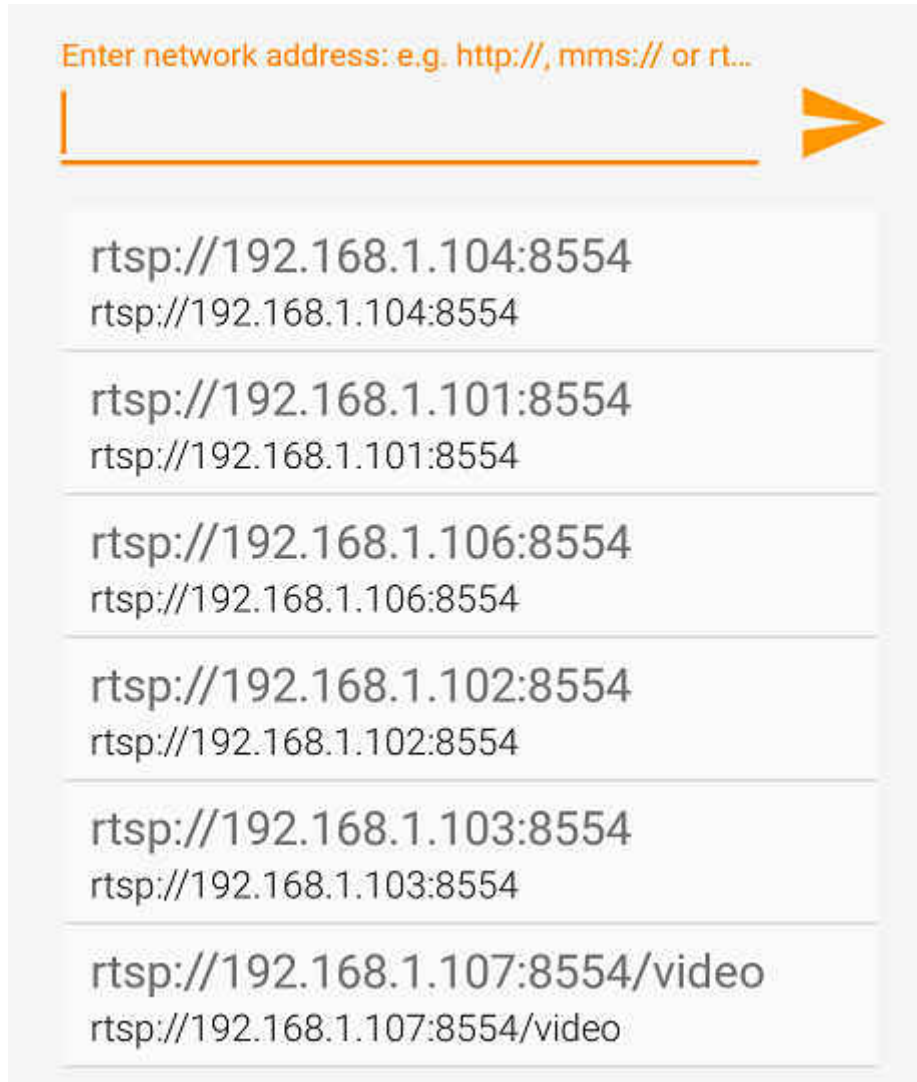

图 3-12. 输入网络 URL
3. 对于网络 URL，请输入“RTSP://<local IP address>:8554”并按下黄色箭头（如图 3-12 所示）。